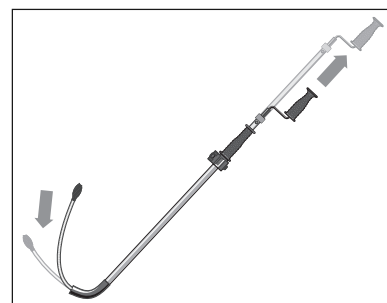

Figure 5 – Retracción del cable
- Jale la manilla de la manivela o active el taladro para retraer el cable hacia el interior del tubo guía (Figure 5). Cuidadosamente introduzca el tubo guía en el desagüe del inodoro. Incline la barrena para facilitar la introducción. El extremo del tubo guía debe estar dentro del desagüe para apoyar el cable adecuadamente y para impedir los latigazos del cable. El cable y la cortadora pueden dañar la porcelana.